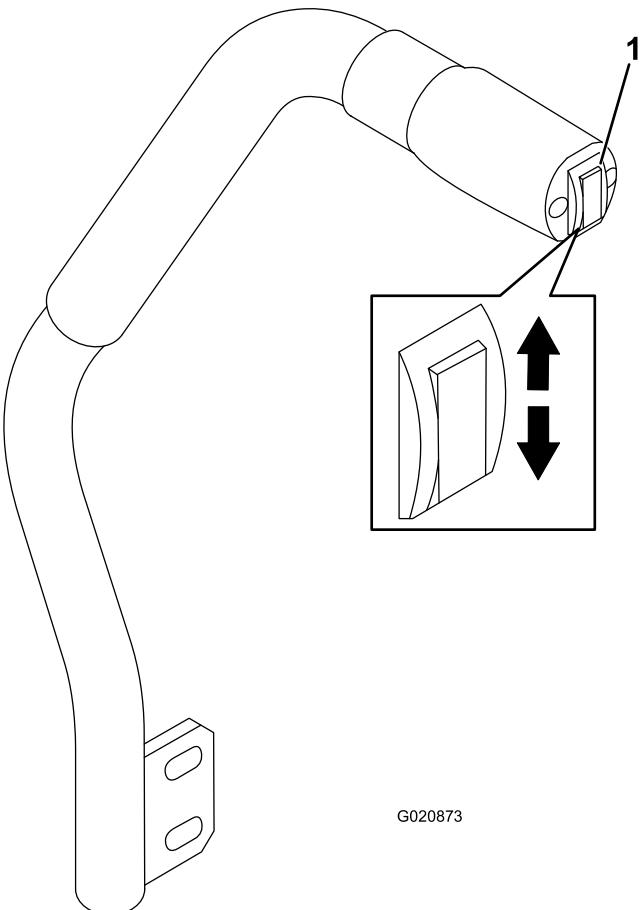

Figura 22
- Para baixar a unidade de corte do cortador, empurre o interruptor para baixo (Figura 22).
- Para elevar a plataforma do cortador, empurre o interruptor para cima (Figura 22).
1. Com o motor a trabalhar empurre para cima o interruptor de elevação da plataforma até que a unidade de corte esteja completamente levantada e **solté imediatamente o interruptor** (Figura 22).